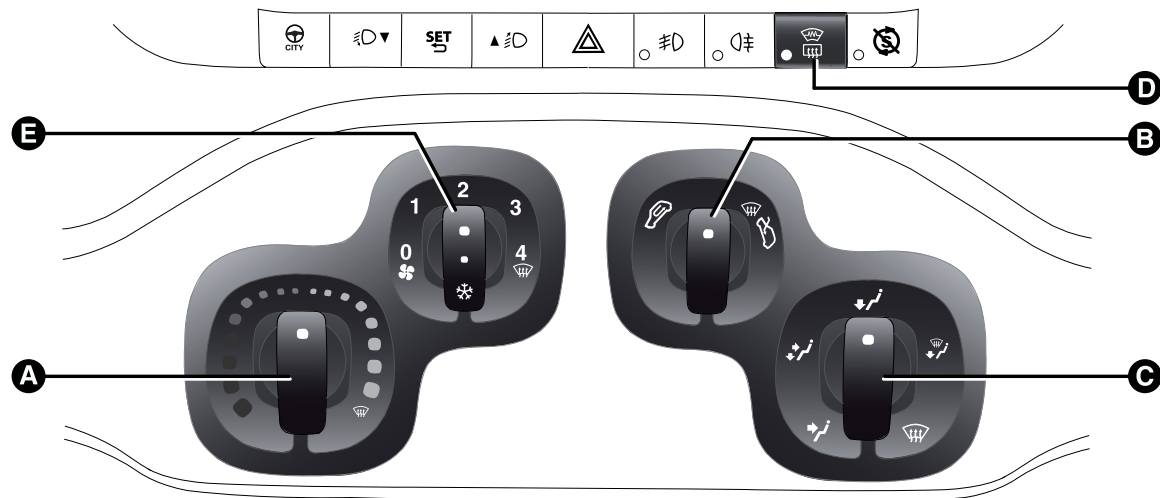

fig. 27
A Selector de temperatura aire (rojo-caliente/azul-frío) fig. 27
B Selector de recirculación de aire fig. 27
C Selector de distribución del aire fig. 27
D Botón de activación/desactivación de la luneta térmica, espejos calefactados/parabrisas calefactado (para versiones/países donde esté previsto)fig. 27.
E Selector velocidad del ventilador y activación/desactivación del climatizador fig. 27 (para versiones/países donde esté previsto). Pulsando el selector se activa el climatizador; al mismo tiempo se enciende el LED en dicho mando; esta operación permite una refrigeración más rápida del habitáculo. .
- ☐ girar el selector A fig. 27 hacia el sector azul;
- ☐ girar el selector A fig. 27 hacia la derecha para aumentar la temperatura;
- ☐ girar el selector A fig. 27 hacia el sector rojo;